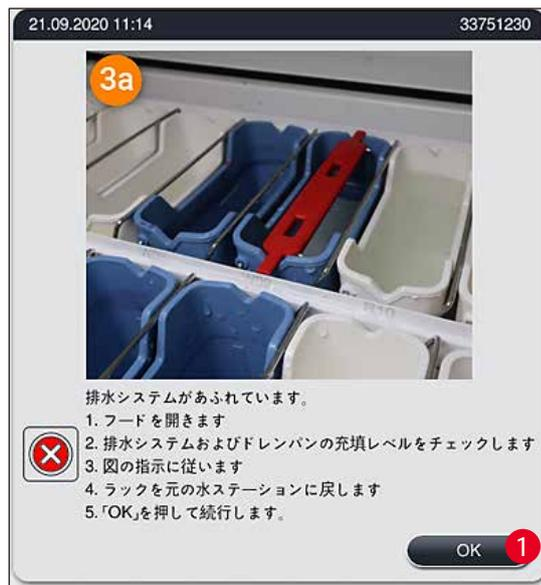
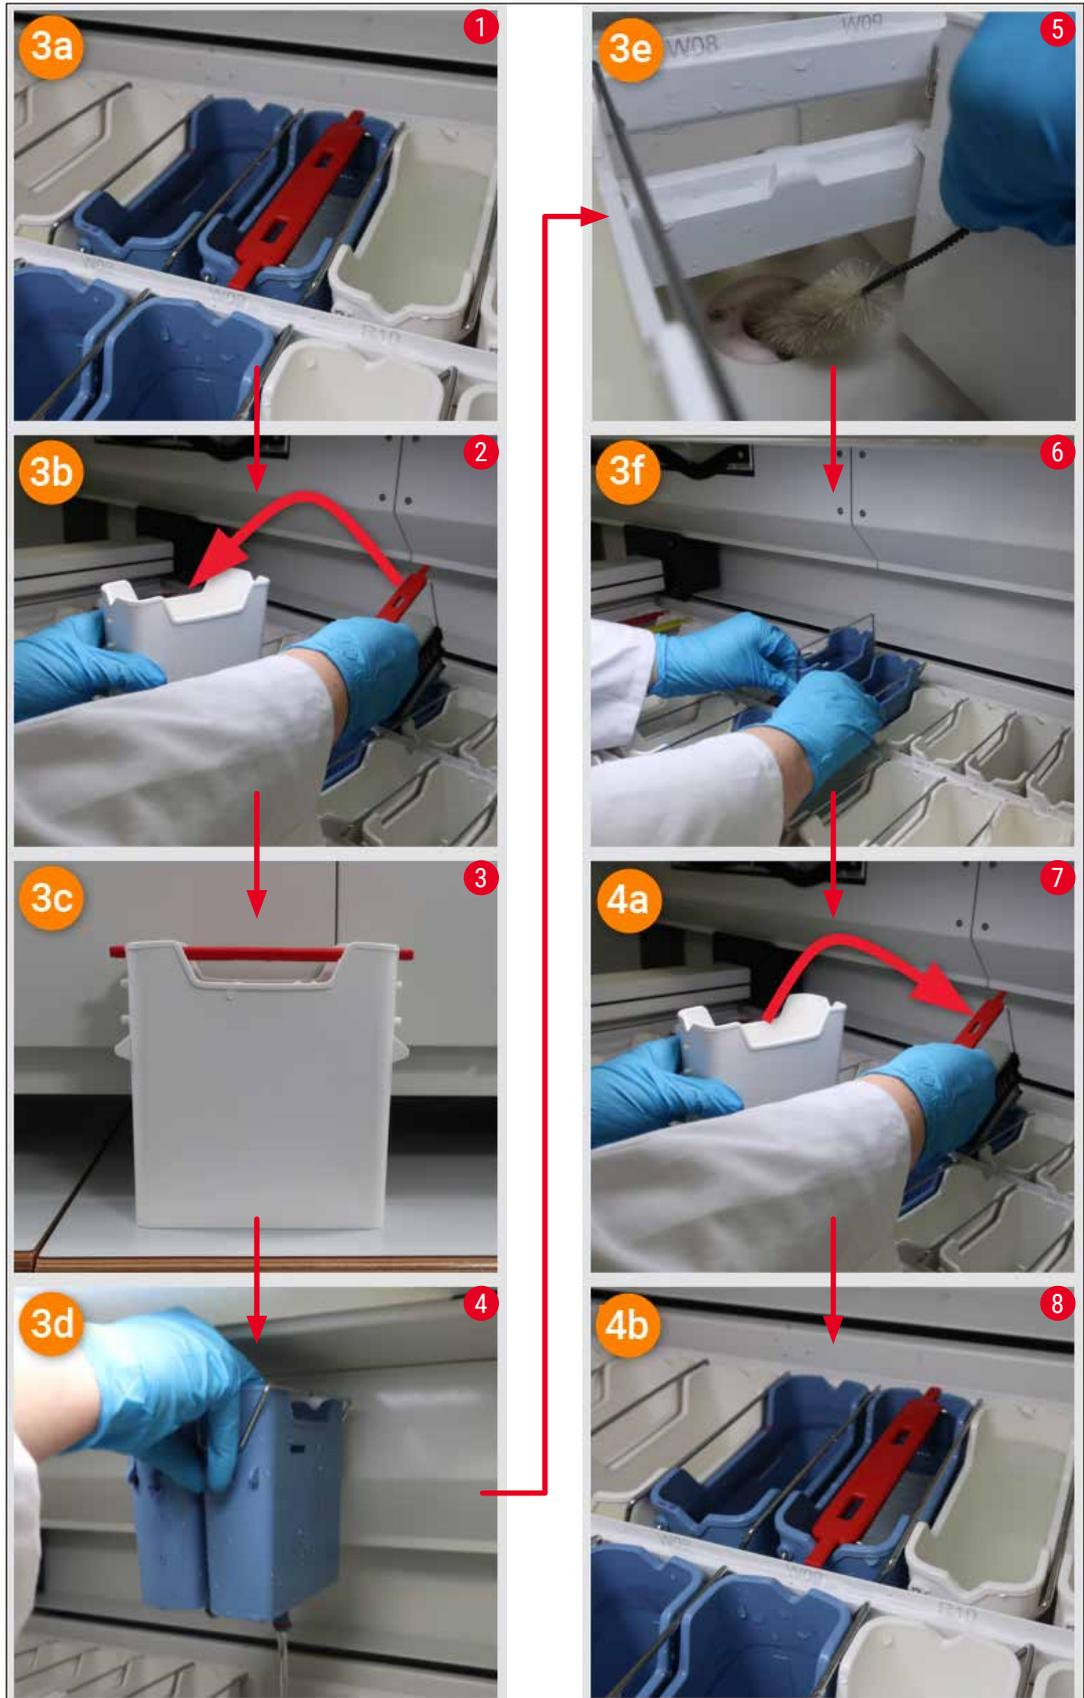

図 120
図 122
排水システムの詰まりは、排水ストレーナー (→「図 98-1」) または排水ホース (→「図 7-1」) の詰まりが原因である可能性があります。こうした詰まりがあると、ドレンパン内の水位が上昇するおそれがあります。その結果、装置内が危険な水位に達する可能性があります。画面上にエラーメッセージ (→「図 120」) が表示され、アラーム音が鳴ってユーザーに通知されます。エラーメッセージでは、一連の繰り返し画像 (→「図 122」) によって詰まりを解決できるようにユーザーをガイドします。
- 解決プロセス中に、ドレンパン内の水位が危険レベルを下回った場合は、メッセージ (→「図 120」) が消え、他のメッセージが表示されて、染色プロセスを続行できることがユーザーに通知されます。